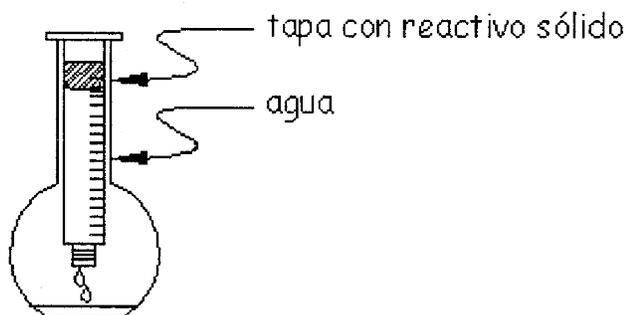

Figura 5
6. Deje escapar el agua retirando el dedo para que el reactivo sólido baje hasta el fondo de la jeringa. Tenga cuidado de no derramar el contenido de la tapa con el reactivo. LA JERINGA DEBE MANTENERSE EN TODO MOMENTO EN POSICION VERTICAL. (Figura 5).